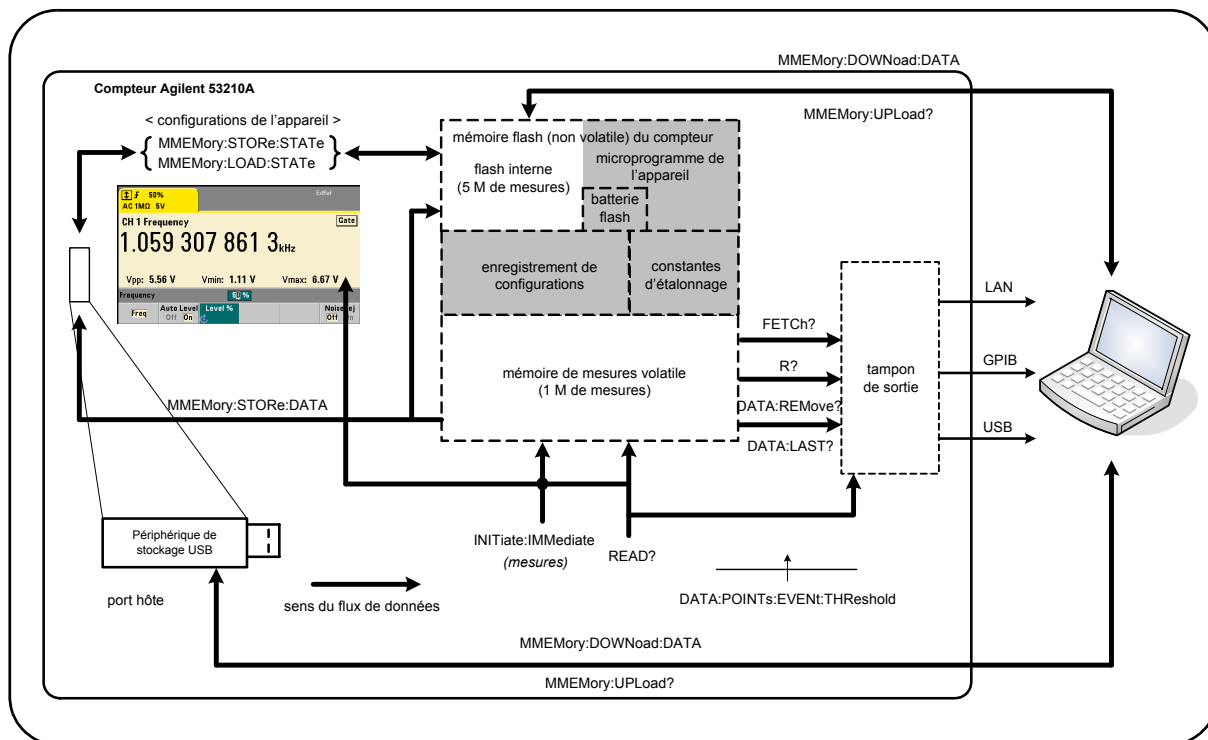

Figure 7-1. Flux de données dans le compteur 53210A
Le flux des données de mesure du compteur est présenté dans la Figure 7-1.
Les mesures du compteur prises depuis le **panneau avant** ou une interface d'E/S sont visibles dans l'écran, comme indiqué dans la Figure 7-1. Reportez-vous au Chapitre 1 pour découvrir les fonctions de l'écran.
Les mesures du compteur sont non seulement affichées, mais aussi stockées dans la **mémoire de mesures volatile** (Figure 7-1). La capacité de la mémoire est de 1 000 000 mesures. La mémoire de mesure est caractérisée par les attributs suivants :
L'ordinateur peut accéder aux données via les interfaces LAN, USB et GPIB une fois qu'elles sont transférées vers le tampon de sortie (Figure 7-1). La section suivante explique comment les mesures sont transférées de la mémoire vers le tampon. Si, durant un transfert, le **tampon de sortie** sature, l'exécution des commandes est suspendue jusqu'à ce que des mesures soient supprimées par l'ordinateur afin de libérer de l'espace dans le tampon. Aucune mesure n'est perdue.
**READ?** - équivaut à exécuter la commande `INITiate:IMMediate` directement suivie de la commande `FETCh?`. Avec la commande `READ?`, une fois que **toutes** les mesures spécifiées par `TRIGger:COUNT` et `SAMPle:COUNT` sont terminées et enregistrées dans la mémoire, elles sont instantanément lues dans le **tampon de sortie** (Figure 7-1).